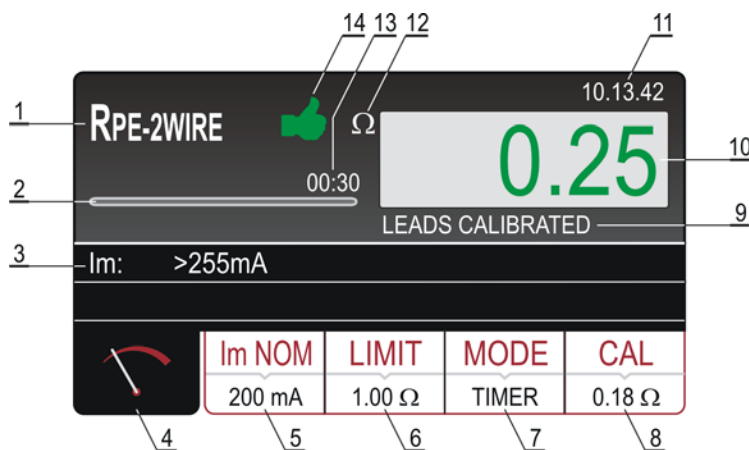

Figura 5: Ecrã dos resultados dos testes RPE-2WIRE
- 8) Efetuar a medição premindo o botão **START/STOP**. O resultado da medição aparecerá no display a verde (resultado inferior ou igual ao valor limite configurado) ou a vermelho (resultado superior ao valor limite configurado). O resultado final será acompanhado do símbolo verde e por um sinal acústico (resultado OK) ou do símbolo vermelho e por um sinal acústico prolongado (resultado não OK) ou do símbolo a amarelo (resultado OK, mas corrente de medida muito baixa). A figura 5 mostra um exemplo de ecrã com os resultados das medições.